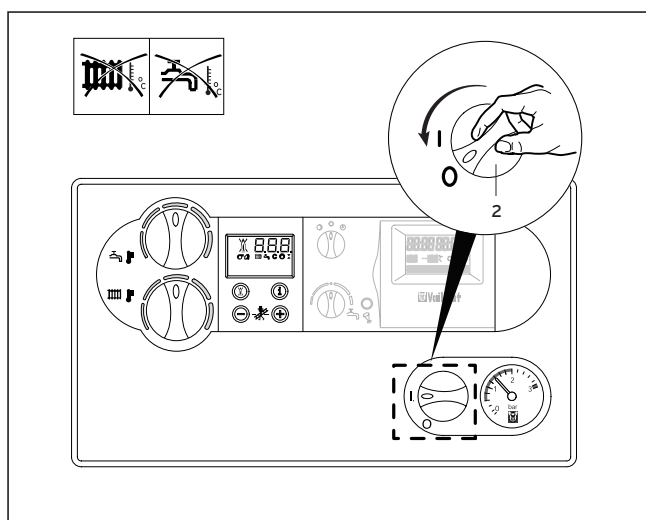

Fig. 3.17: Desactivação completa
- Para tal, rode o interruptor geral (2) para a posição "0" (fig. 3.17).